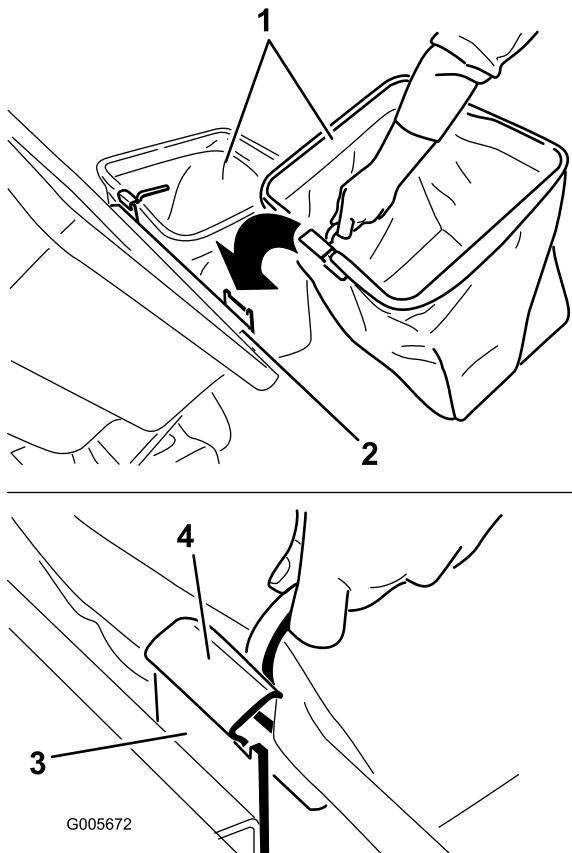

Figura 17
2. Levante la tapa del ensacador e instale las bolsas, colocando el enganche del bastidor de cada bolsa sobre los soportes de retención (Figura 17).